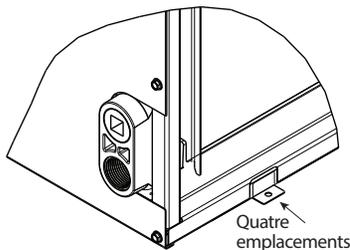

Figure 12 – Installation horizontale vers la gauche A221205FR
1. Redressez les quatre pattes du côté droit du caisson (Figure 12).